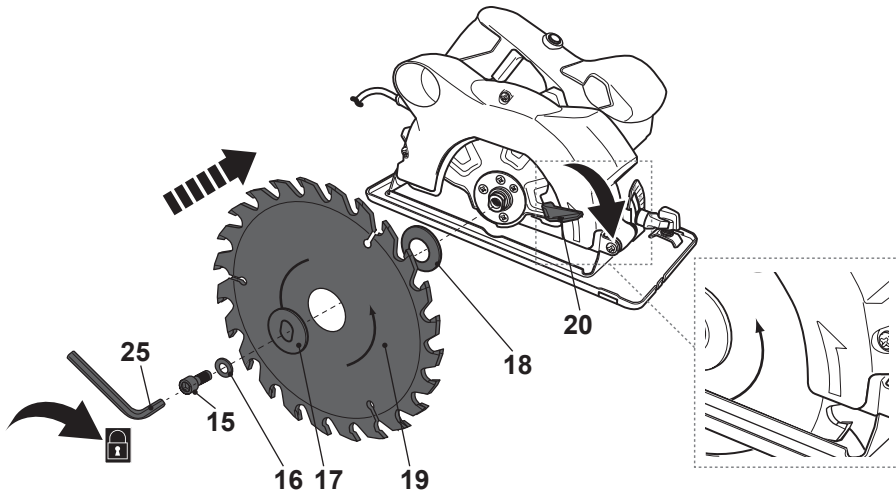

Fig. 2
- > Abra completamente la protección inferior (14) moviendo la palanca retráctil (20) hacia delante y manteniéndola en esa posición mientras coloca la hoja de sierra (19) en el husillo. Asegúrese de que la dirección de giro indicada en la hoja de sierra es la misma que se muestra en la carcasa (Fig. 2).
- > Mueva cuidadosamente la palanca retráctil (20) de vuelta a su posición inicial para cerrar la protección inferior (14).
- > Asegure la hoja de sierra (19) con la brida de apriete (17), la arandela (16) y el perno de bloqueo (15). Apriete el perno de bloqueo (15) girándolo en sentido horario con la llave hexagonal (25) (Fig. 2).
- > Gire la hoja de sierra (19) manualmente para comprobar que gira suavemente. La hoja de sierra no debería vibrar.
- > Encienda el producto y déjelo funcionar en vacío durante un minuto para confirmar que la hoja de sierra ha sido colocada correctamente. Si detecta una vibración anómala o excesivo ruido, apague el producto y vuelva a colocar la hoja de sierra (19) siguiendo las instrucciones anteriormente indicadas.